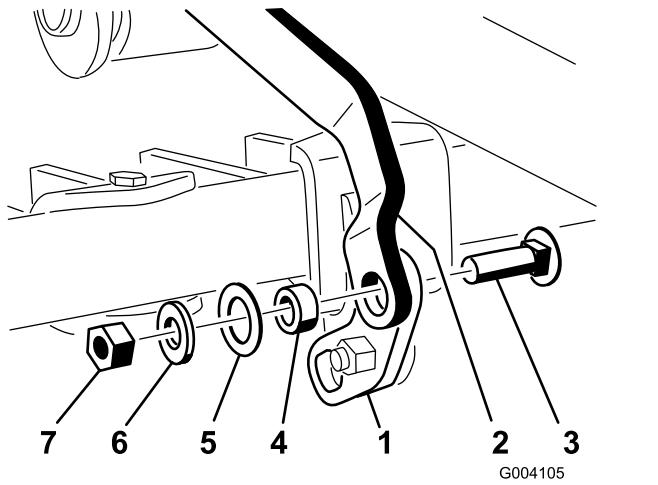

Рисунок 16
- Отведя отогнутое колено узла педали подъема вверх, закрепите квадратное отверстие шарнирной планки на конце звена навесного бруса, используя каретный болт ($\frac{3}{8} \times 1\frac{1}{4}$ дюйма), проставку, шайбу (1 дюйм), шайбу (13/16 дюйма) и контргайку ($\frac{3}{8}$ дюйма), как показано на Рисунок 16.